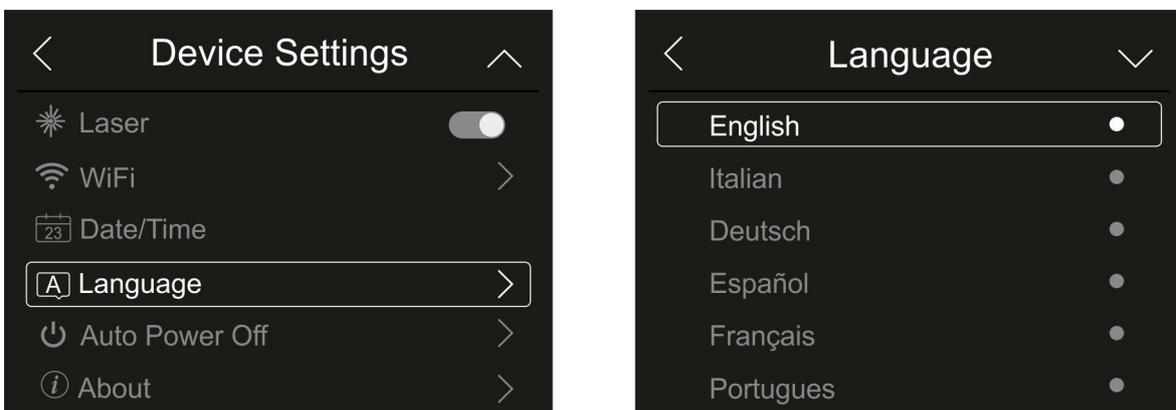

Fig. 19: Configurações do Idioma do sistema
1. Clique em “Language” para definir o idioma do sistema. O ecrã da Fig. 19 - lado direito é exibido: